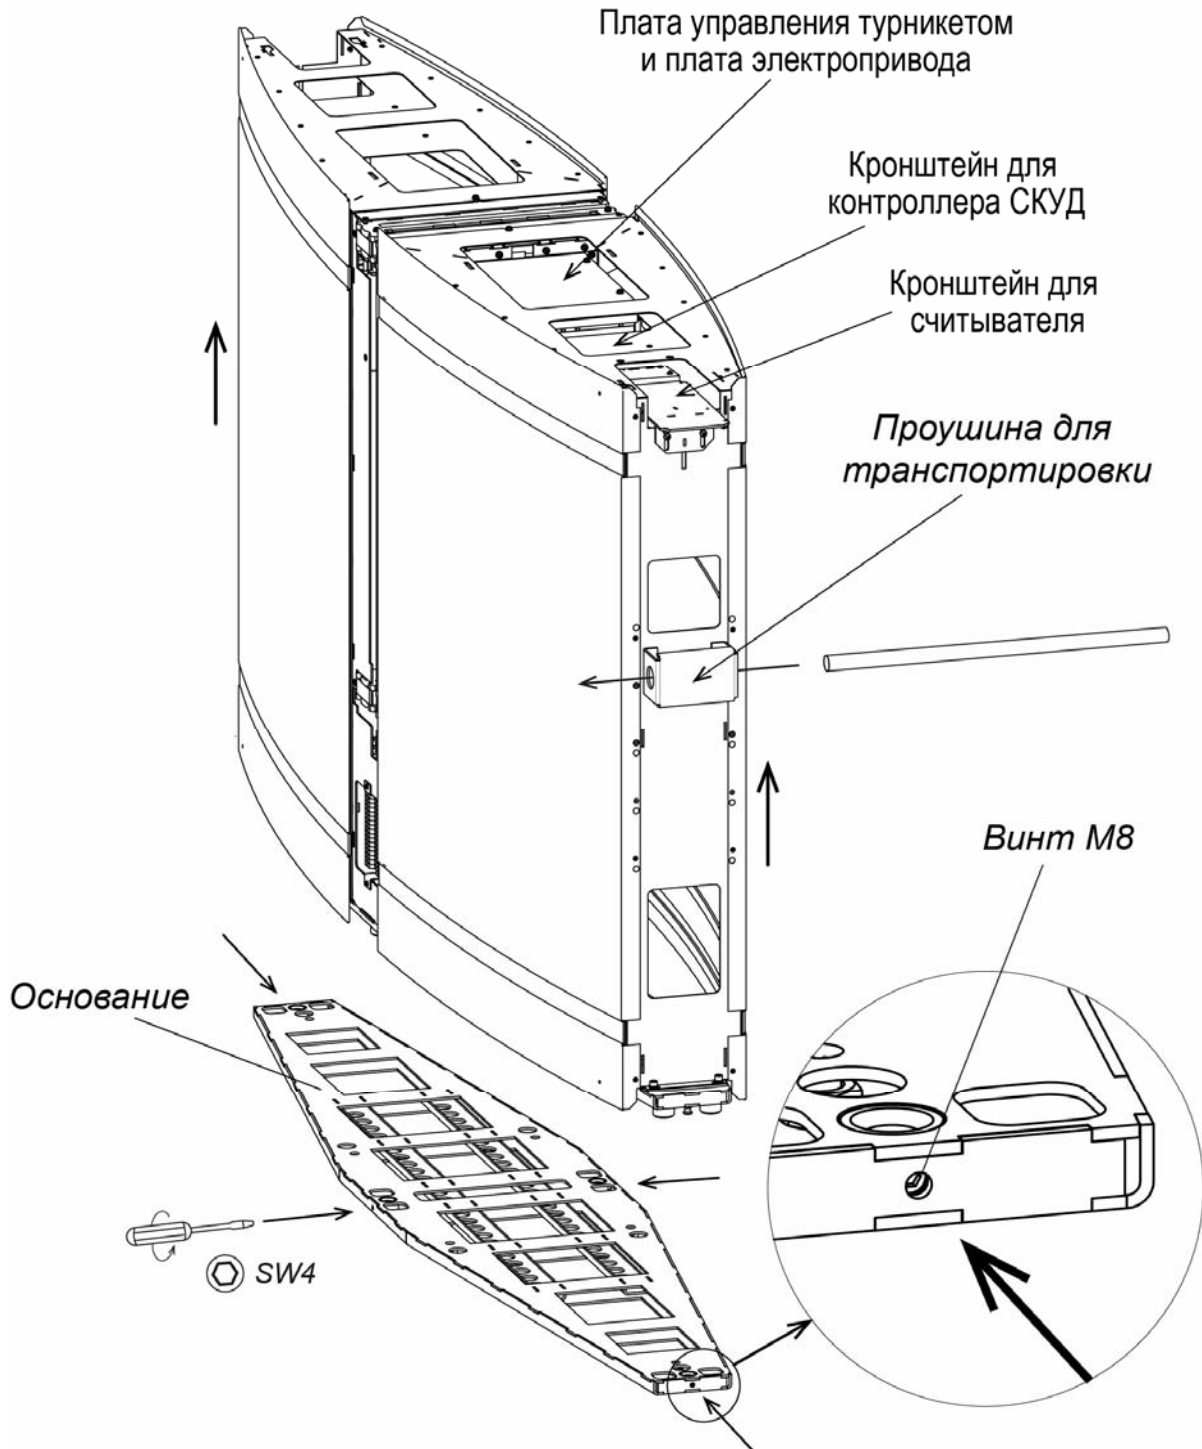

Рисунок 20. Демонтаж секции с основания
10. Установите секцию *Master* на основание, предварительно протянув внутрь ее соединительные кабели. Используя шестигранный ключ SW4, закрепите секцию на основании с помощью четырех установочных винтов M8 (см. рис. 20). При необходимости для более удобной прокладки кабелей внутри корпуса секции имеется возможность отсоединить и выдвинуть по продольной оси одну или две съемные части корпуса (см. разд. 8.7.3, рис. 21).
18. При необходимости произведите монтаж считывателей карт доступа и контроллера СКУД – считыватели устанавливаются на предусмотренные для этого кронштейны, расположенные внутри секций под верхними блоками индикации крышек, контроллер СКУД может быть установлен на специальных стойках¹ в проеме корпуса секции сверху под крышкой турникета (см. рис. 20).
1. Ключом шестигранным SW4 выверните до упора четыре винта M8 (см. рис. 20).
Плата электропривода створки располагается под стеклянной крышкой турникета с правой стороны от створки в проеме корпуса секции, см. рис. 20 (для стороны *Master* совместно с платой управления).